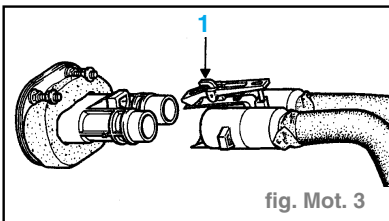

fig. Mot. 3
- les durits d'aérotherme, pour cela à l'aide d'un tournevis, appuyer en (1) et tirer fortement vers l'arrière l'ensemble pour les désaccoupler (attention aux deux joints), (fig. Mot. 3)